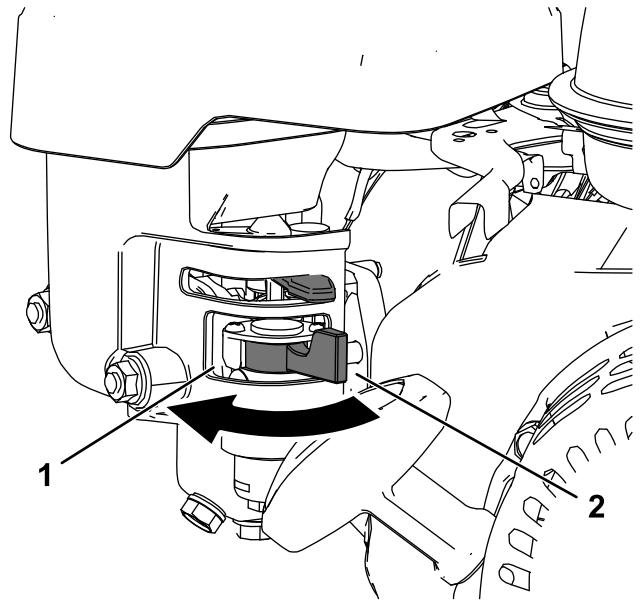

Figura 19
- Para abrir la válvula del combustible, acerque la palanca de cierre de combustible al tirador del arrancador de retroceso (Figura 19)
- Para cerrar la válvula del combustible, aleje la palanca de cierre de combustible del tirador del arrancador de retroceso (Figura 19)